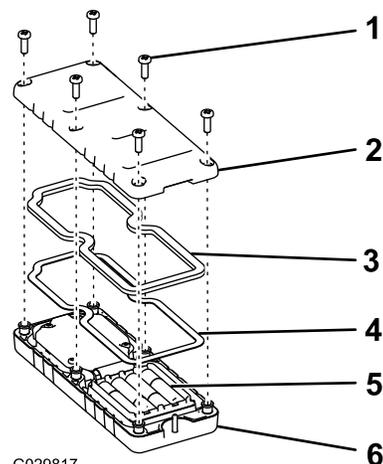

図 39
1. リモートの裏側にあるねじ6本を外してカバーを取る(図 39)。
- カバーを元通りの取り付け、先ほどのねじ6本を使ってカバーを固定し 図 39、各ねじを 1.5 - 1.7 Nm / 0.15 - 0.17 kg.m = 13 - 15 in-lb にトルク締めする。